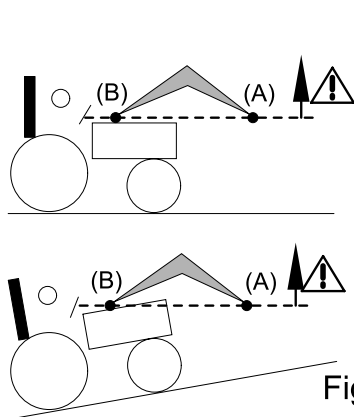
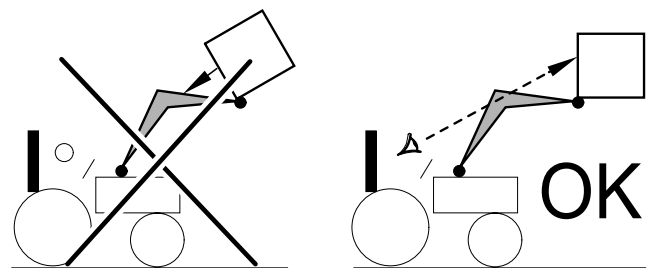

Fig. 2
Fig. 3
- Durante la operación de elevación y durante el desplazamiento, no aparte la vista de la carga a partir del momento en que el punto de pivote del implemento (A) sobrepase la horizontal del punto de pivote de la pala cargadora (B) [consulte la fig. 2]. Si es necesario, corrija la posición del implemento para que la carga no se dirija nunca hacia el conductor [consulte la fig. 3].
**!** **PELIGRO:** Si la carga no está bien asegurada, el operario corre el peligro de que la carga se caiga cuando el punto de pivote del implemento (A) sobrepase la horizontal del punto de pivote de la pala cargadora (B) [consulte la fig. 2].
**!** **PELIGRO:** Queda prohibido hundir la pala cargadora cuando el punto de pivote del implemento (A) sobrepase la horizontal del punto de pivote de la pala cargadora (B) [consulte la fig. 2].